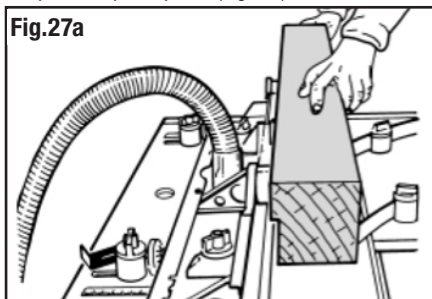

Fig.27a
Vedi le figure 27a & b
3. Rimuovere gli spessori e, senza ri-regolare la guida, completare il primo passo (Fig 27a)